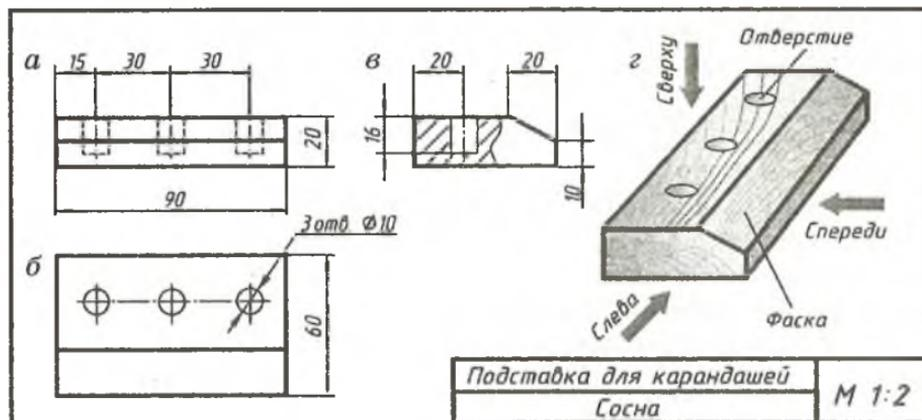

Рис. 7. Чертеж подставки для карандашей: а — вид спереди; б — вид сверху; в — вид слева; г — технический рисунок
1. Виды изображений на чертеже: вид спереди, вид сверху и вид слева (рис. 7).